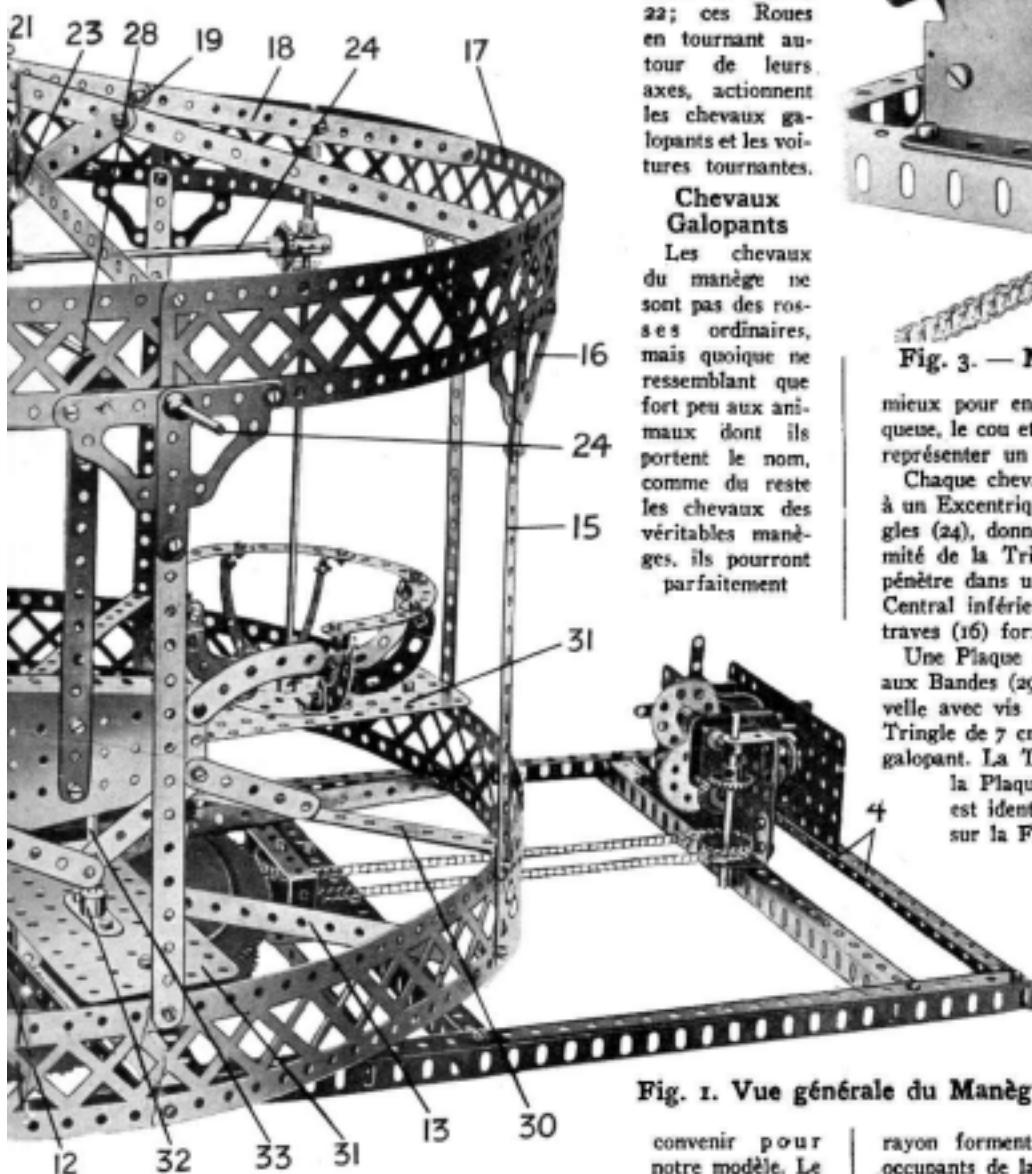

Fig. 1. Vue générale du Manège
du modèle est établie sur une base formée par huit Cornières de 19 trous (13) boulonnées au chemin de roulement avec denture (9) du Roulement à Rouleaux, et ayant ses extrémités extérieures fixées par l'intermédiaire d'Equerres, à un cercle formé par cinq Longrines de 32 cm. et une Longrine de 14 cm. (Fig. 1). Toutes ces Longrines sont boulonnées bout à bout, sauf la Longrine de 14 cm., dont une extrémité chevauche de trois trous la Poutrelle de 32 cm., et ces Longrines sont réunies par des Bandes de 19 trous (15) et
Architraves (16) à un cercle semblable, formé par des Longrines (17) réunies à leur tour pas des Bandes de 19 trous (18) et les Bandes de 7 trous (19) sont réunies aux Equerres boulonnées à deux Plateaux Centraux (20) (voir Fig. 1, 6).
Une Plaque de 14 x 6 cm. est boulonnée aux Poutrelles (14) et aux Bandes (29) par l'intermédiaire d'Equerres, et porte une Manivelle avec vis d'arrêt (32) dans la bosse de laquelle est fixée une Tringle de 7 cm. (33) agissant comme guide vertical pour le cheval galopant. La Tringle (33) passe au travers du rebord inférieur de la Plaque Secteur formant le corps du cheval. Ce dispositif est identique pour les deux chevaux, comme on peut le voir sur la Fig. 1.